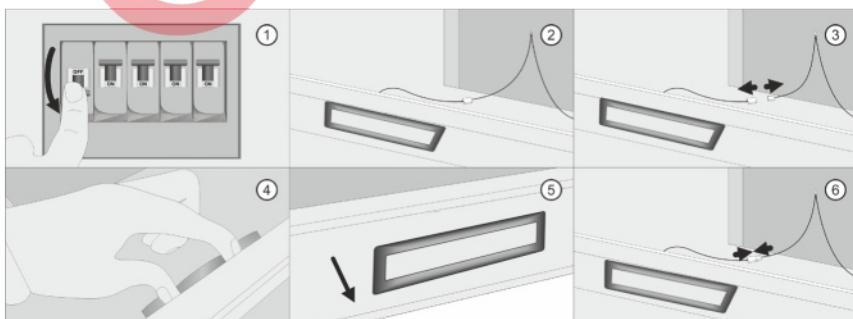

Рис. 15 Замена ламп освещения
Перед заменой ламп следует отключить изделие от сети питания. (Рис. 15. 1)
1. Поднять стекло вытяжки и извлечь жировой алюминиевый фильтр; (Рис. 15. 2)
ния лампы, нажав на фиксатор на нем; (Рис. 15. 3)
3. Изнутри вытяжки нащупать две фиксирующие пластины лампы, сжать их пальцами и вытолкнуть лампу вниз; (Рис. 15. 4, 5)
4. Установить новую лампу того же типа и характеристик (2В, 1,5Вт), и последовательно подключить к питанию. (Рис. 15. 6)